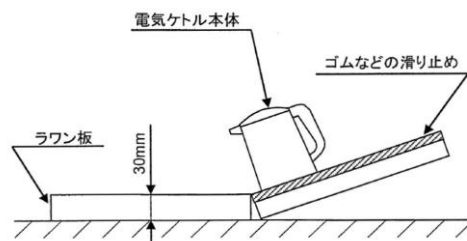

図2 転倒流水試験の方法^{*2}
JIS の「転倒流水試験」を準用して行い(図2参照)、転倒方向は注ぎ口に対して前後左右の4方向とした。
- *1: 転倒流水試験の概要 電気ケトルに定格容量の水を入れ、図2に示す水平に保った台の上に本体を載せ静かに傾け、ラワン板上に転倒させ10秒間の流出水量を測定する。基準流出水量は50ml以下。
② 表面温度測定